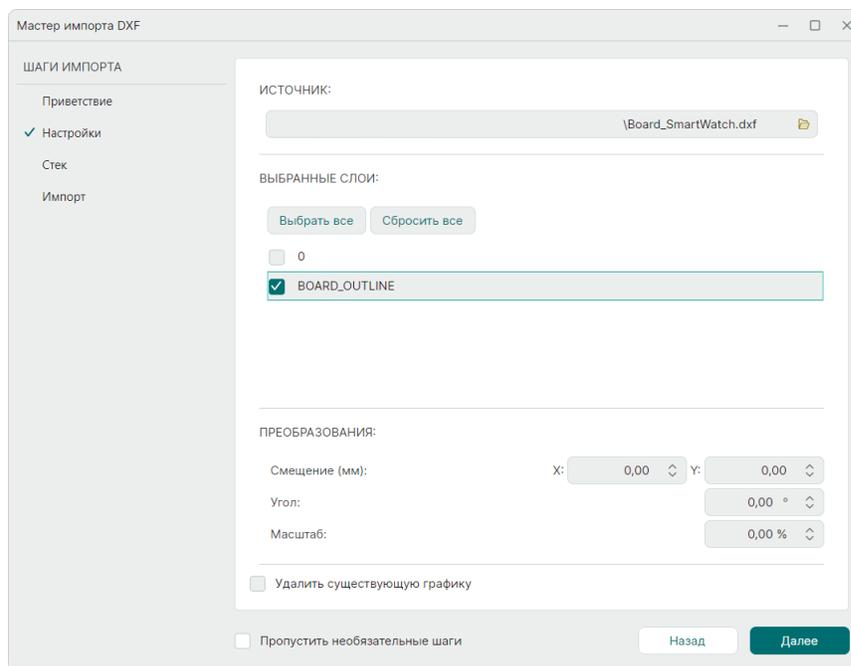

Рис. 94 Выбор слоев для импорта
4. В разделе «Выбранные слои» представлен список слоев .dxf файла, доступных для импорта. Выберите необходимые с помощью установки флагов, см. Рис. 94.